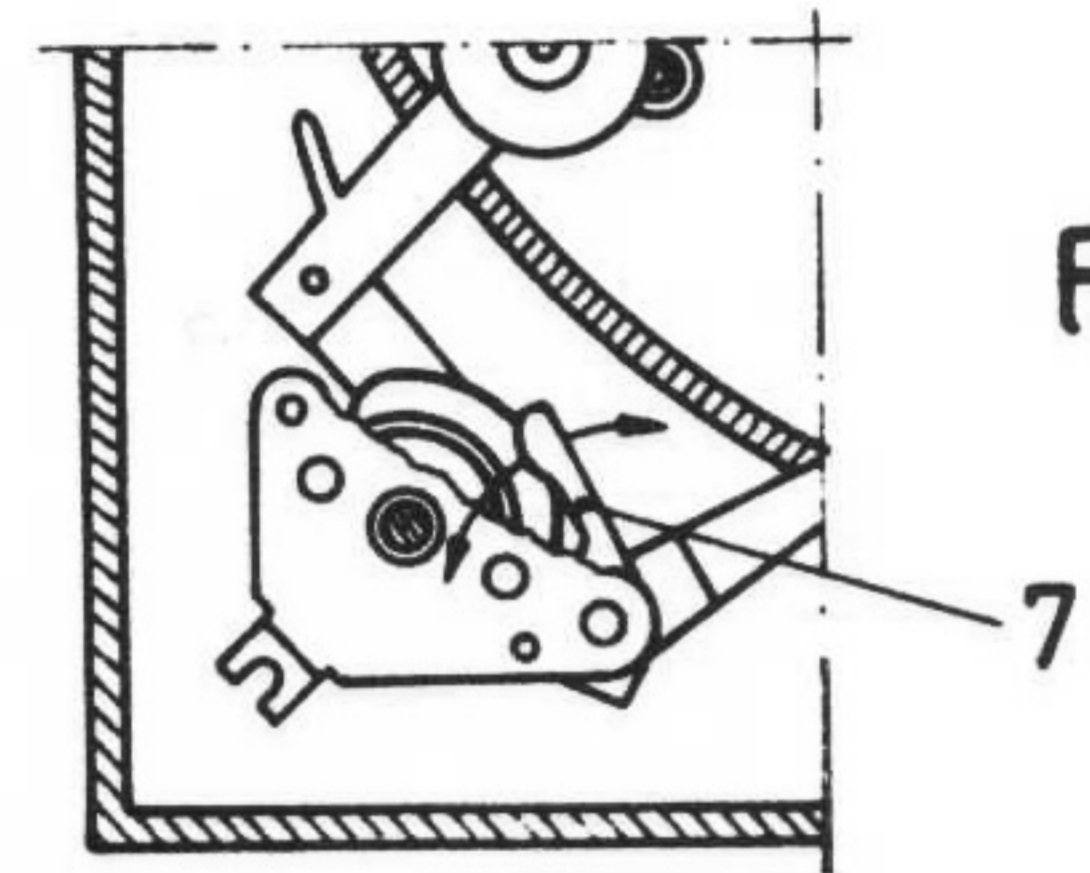

Fig. 10b
För in tonarmen mot centrumaxeln. Ställ vredet (6) i lägena 33, 45 och 78 v/min. Är mellanhjulet rätt inställt, blir spelet mellan ovan angivna delar 0,7 - 1,7 mm. Om en justering skulle bli nödvändig, kan armen (7) fig. 10b bockas åt ena eller andra hållet.